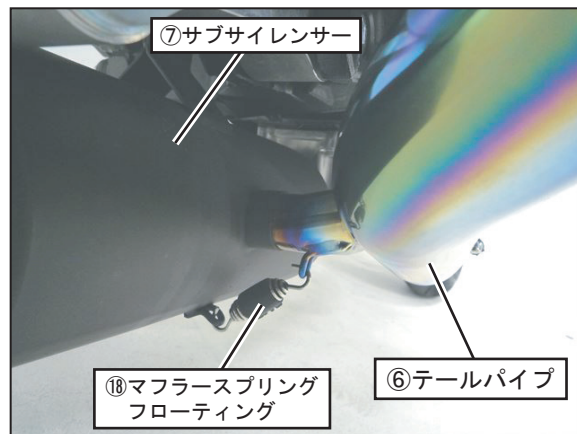

FIG. 18
17. ⑥テールパイプと⑦サブサイレンサーに⑮マフラスプリングフローティングをスプリング取付工具を使用して取り付けて下さい。(FIG. 18 参照)